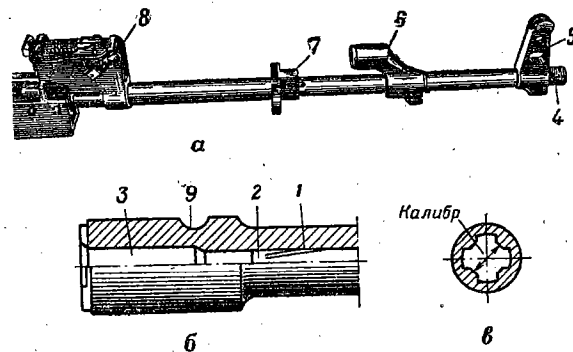

Рис. 25. Ствол:
11. **Ствол** (рис. 25) служит для направления полета пули. Внутри ствол имеет канал с четырьмя нарезами, вьющимися слева вверх направо. Нарезы служат для придания пуле